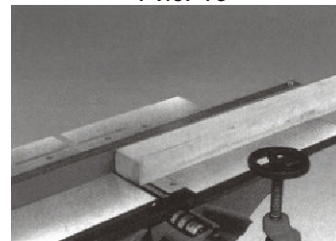

Рис. 17
5.4 Стругание (см. рис. 17)
- выставьте глубину строгания вращением колеса (20), предварительно ослабив ручку (19);
- подавайте заготовку со стола (2), прижимая ее к упору (3) (см.рис.17).